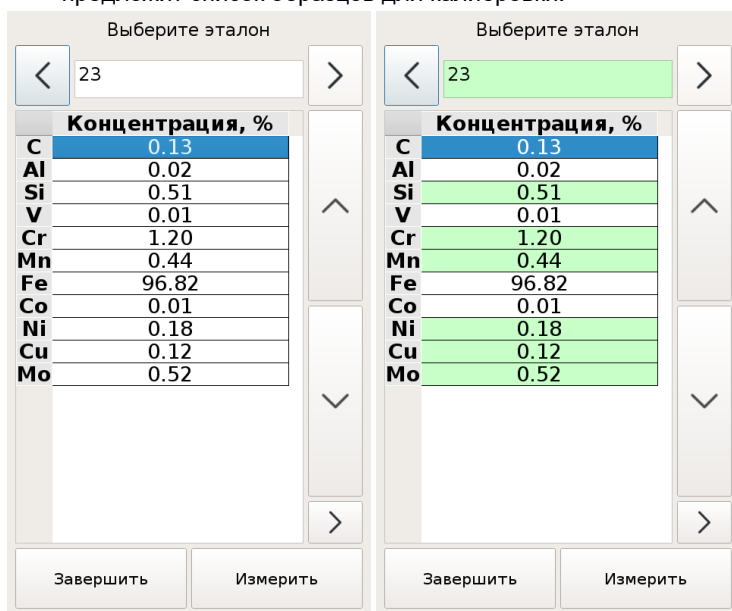

Рисунок 20 Окно выбора калибровочного образца
- 4.6.7.10. После добавления точки в калибровку или ее удаления вам будет предложено выбрать следующий образец. Зеленым цветом будут выделены образцы, которые были измерены для калибровки. Строки элементов закрашены зеленым – эти концентрации записаны в калибровку (Рисунок 20).